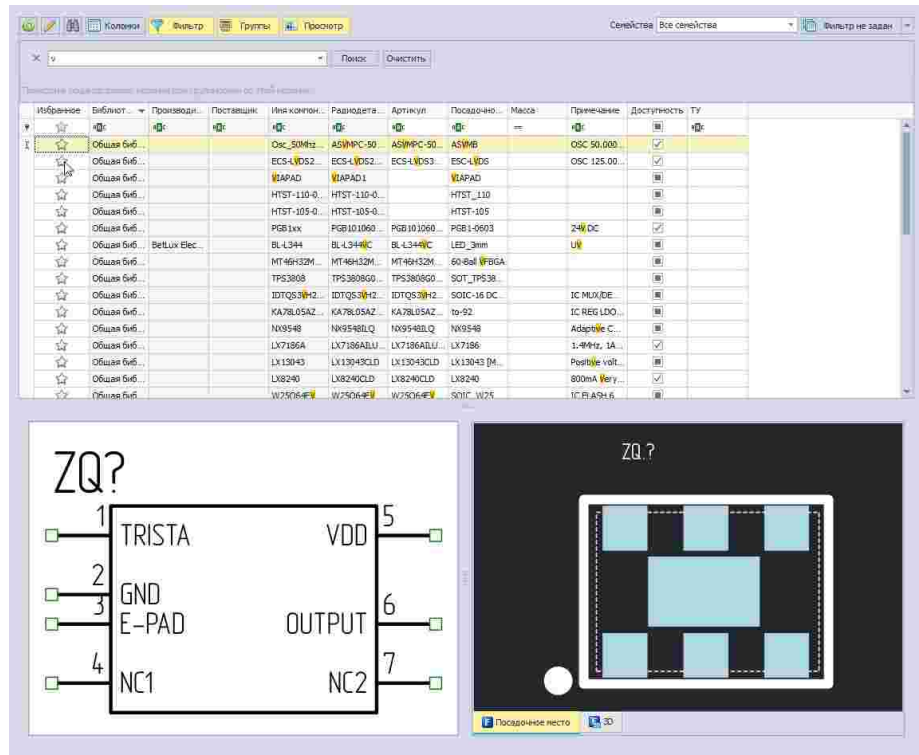

Рис. 231 Панель «Компоненты»
2. В открывшейся панели «Компоненты» отберите компоненты, используя встроенные фильтры поиска, настроив фильтры поиска (подробнее см. раздел Панель «Компоненты»), см. Рис. 231.